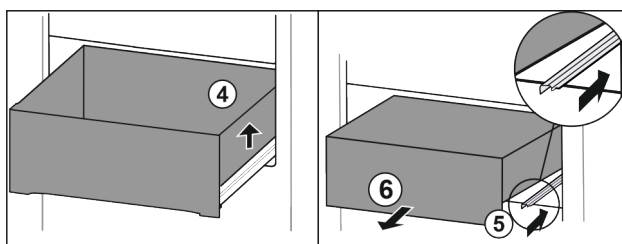

Fig. 22
- ▶ Приподнимите выдвижной ящик справа. Fig. 22 (4)
- ▶ Вставьте правую направляющую. Fig. 22 (5)
- ▶ Извлеките выдвижной ящик движением вперед. Fig. 22 (6)